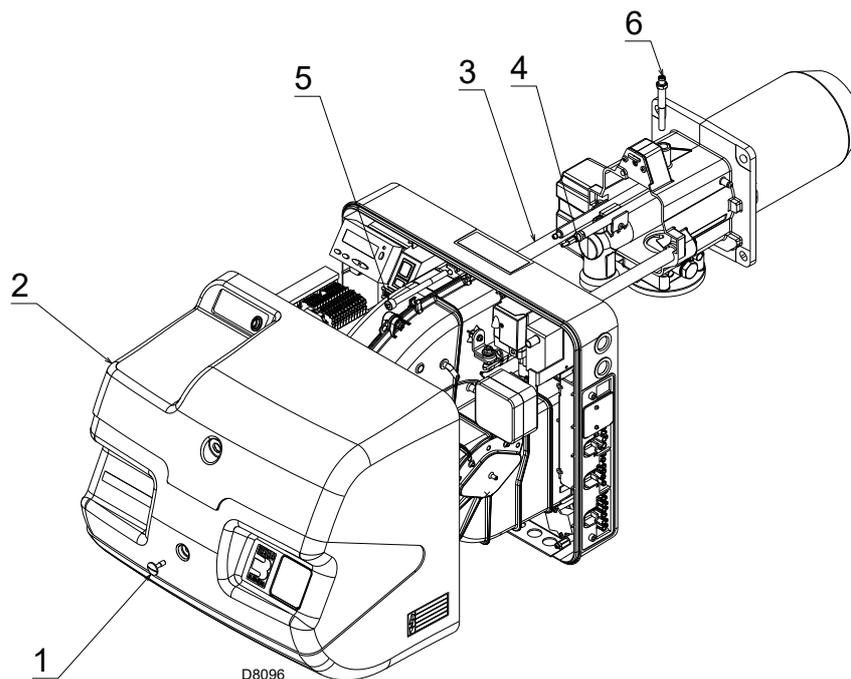

Fig. 39
- Allentare la vite 1)(Fig. 39) e togliere il cofano 2).
- Togliere la vite 5)(Fig. 39) ed arretrare il bruciatore sulle guide 3) per circa 100 mm.
- Avvitare la vite 5)(Fig. 39) e tirare delicatamente verso l'esterno i cavi di sonda ed elettrodo, fino a metterli in leggera tensione.